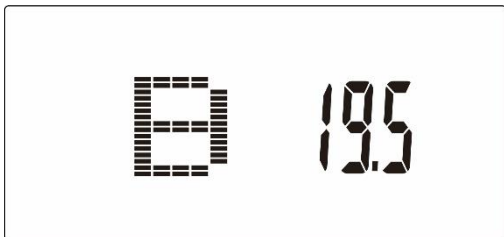

Bild 22
3. Under mätning måste användaren hålla båda händerna på styret. När datorn känner en puls visar displayen som (Bild 22) i 8 sekunder tills mätningen är klar.